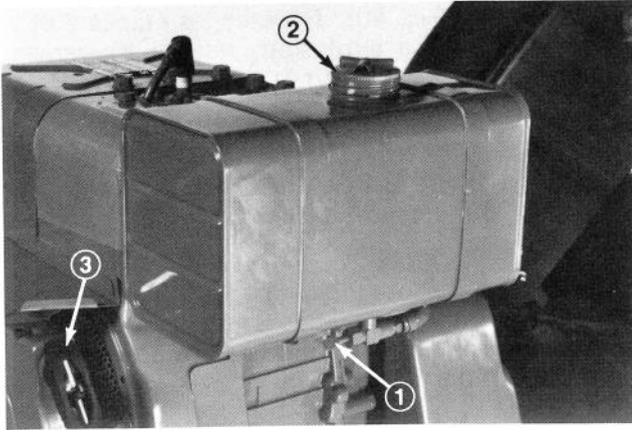

Figure 19
Robinet interrupteur d'essence (Fig. 19). Fermez le robinet pour arrêter le débit d'essence du réservoir, et ouvrez-le pour faire couler l'essence au carburateur.
Démarreur à rappel ou rembobinage (Fig. 19) — Tirez le démarreur à rappel pour faire démarrer le moteur.
3. Ouvrez le robinet d'arrêt d'essence (Fig. 19).
6. Saisissez la poignée du démarreur à rappel (Fig. 19) et tirez-la lentement jusqu'à ce que vous sentiez une prise ferme. Tirez alors vigoureusement pour mettre le moteur en marche. Si de l'essence dégoutte du carburateur quand vous tentez de faire démarrer le moteur, c'est que l'étrangleur est trop enfoncé. Relevez-le entièrement et tirez sur le démarreur à rappel quelques fois pour dégager le carburateur et le moteur.